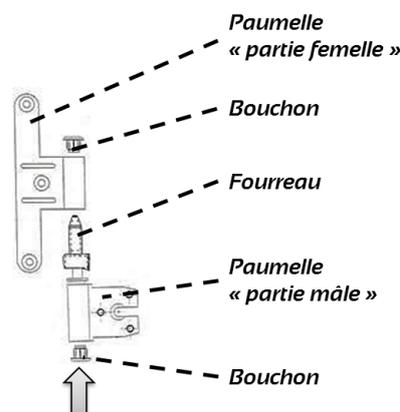

Figure 4 - Paumelles universelles 130x86
**Paumelles universelles 130x86** : réglage réalisé depuis l'emplacement  de la Figure 4. Utiliser une clef 6 pans de 5mm. Visser tout d'abord une seule paumelle pour monter le vantail puis ajuster les autres. Par ailleurs, dévisser l'ensemble des paumelles pour faire descendre le vantail. Insérer le bouchon lorsque le réglage est terminé.